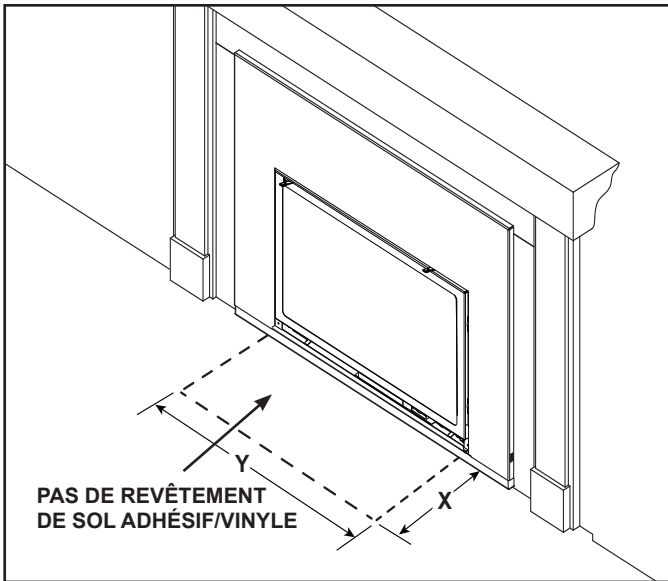

Figure 3.17 Âtre - Exception sur les matériaux inflammables
- Le plancher inflammable peut être situé devant l'appareil. Exception - pas de revêtement de sol adhésif/vinyle. Voir la figure 3.17.
- Un espace de 12,7 mm (1/2 po) doit être maintenu sous la partie inférieure de la face avant. Voir la figure 3.17.